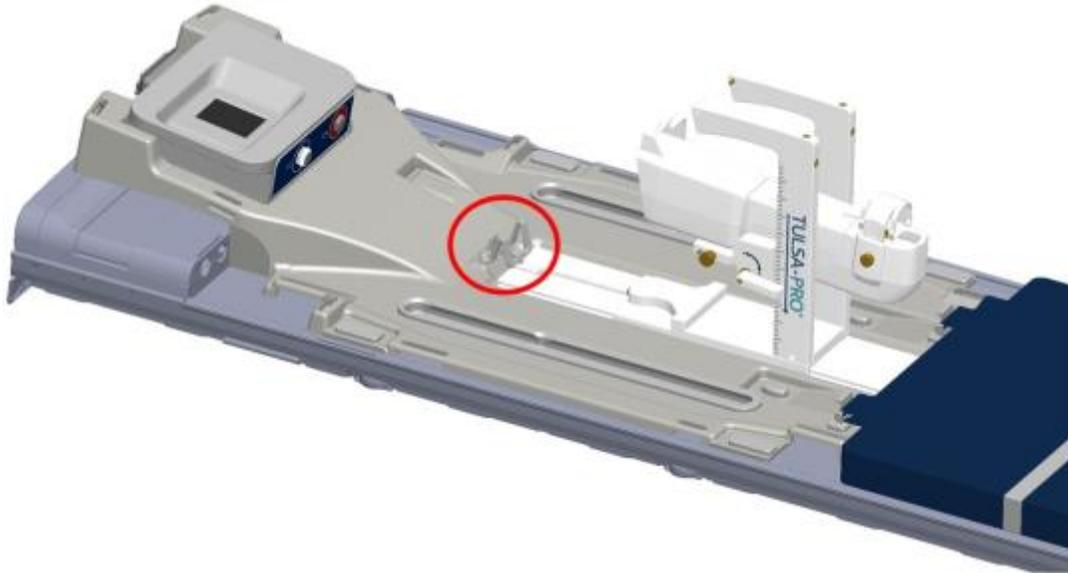

Figura 21: Fije el sistema de posicionamiento utilizando el pestillo de la placa base
2. **Tecnólogo en IRM:** Asegúrese de que la ranura para la PSIB está libre. Coloque el PS y el PSIB en sus respectivas ranuras de la placa base. Fije el sistema de posicionamiento (PS) en su ranura de la placa base, entre las piernas del paciente, cerrando el pestillo (*figura 21*).